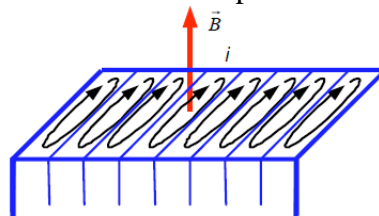

Figure 6. Le circuit magnétique est feuilleté
- Augmenter la résistance au passage des courants: circuit magnétique composé de tôles (feuilletage) isolées entre elles par oxydation superficielle (Figure 6).